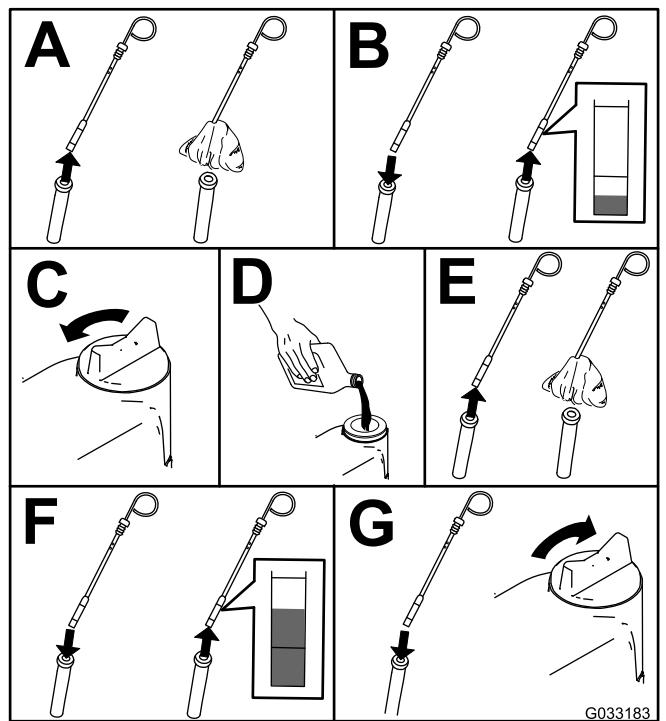

Figura 70
2. Controllate il livello dell'olio motore (Figura 70).